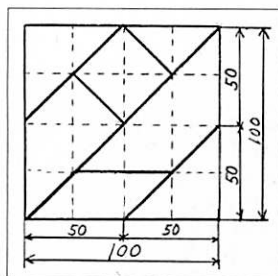

図1 パズルの制作図
(1) 指導目標
- ① 1辺約100mmの正形状の板材から、図1および写真1のようなパズルを正確に製作することができる（写真1の左側は枠である）。
- ② 製作したパズルで、指定された図形をつくることができる。